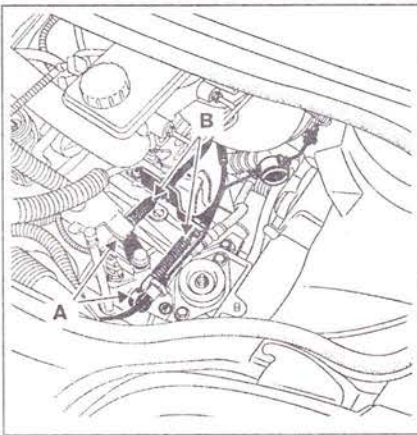

Рис. 5.91. Снимите шаровые наконечники **A** тросов выбора и переключения передач, два фиксатора **B** тросов выбора и переключения передач.
2. Снимите верхний кожух коробки передач (если он есть), фиксируемый зажимом, шаровые наконечники **A** тросов выбора и переключения передач, два фиксатора **B** тросов выбора и переключения передач (рис. 5.91).